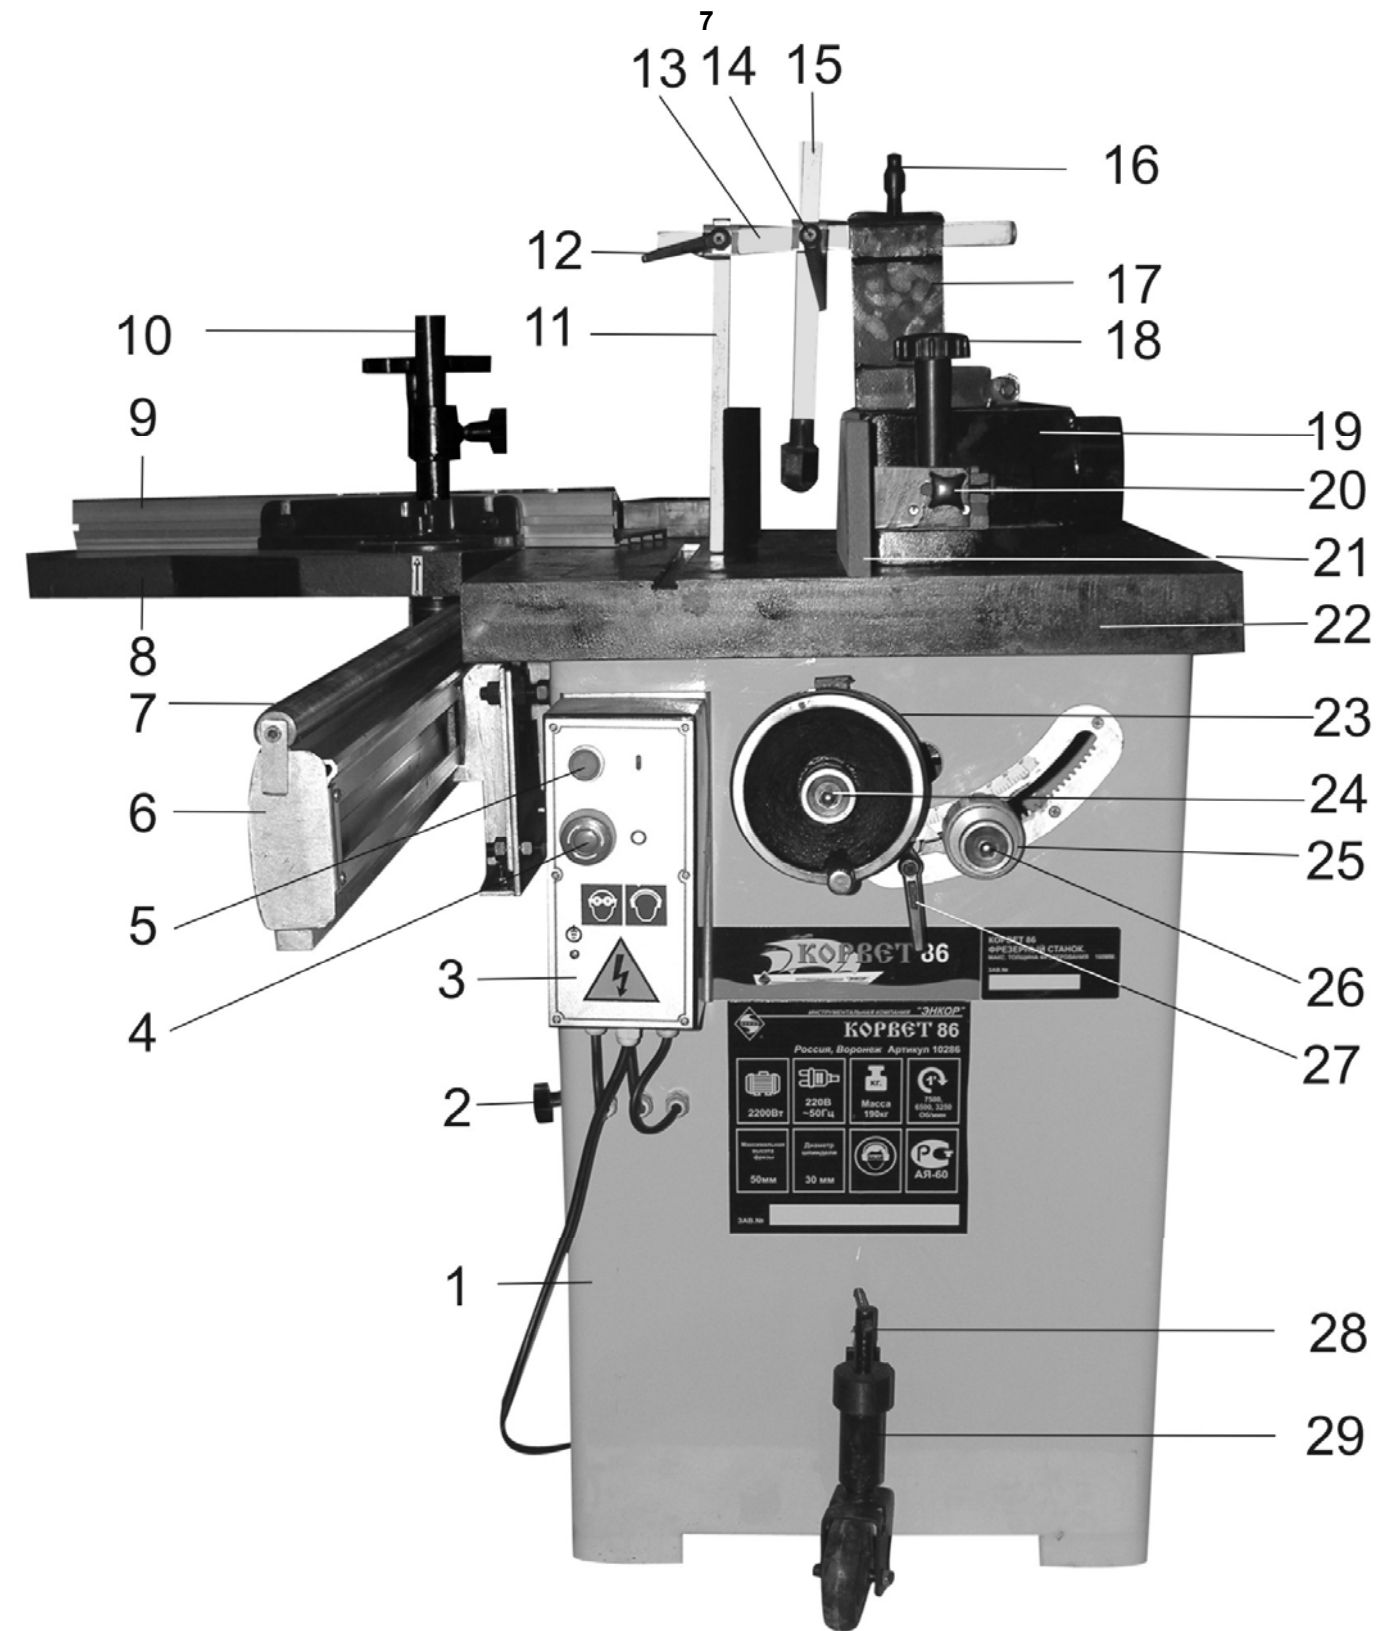

Рис.2
- разомкнуть контакты SB1 нажатием красной кнопки «ВЫКЛ.» (4) Рис. 2;
7.1. Станок состоит из следующих сборочных единиц и деталей (Рис. 2)
8.1. Монтаж и перемещение фрезерного станка (Рис. 2, 3, 4, 5)
8.2. Установка подвижного стола (Рис. 2, 6)
8.3. Установка фрезерных головок или насадных фрез (Рис. 2, 7, 8)
8.4. Установка и регулировка оборудования для криволинейного фрезерования (Рис. 2, 9, 10, 11)
8.5. Установка и регулировка оборудования для прямолинейного фрезерования (Рис. 2, 12)